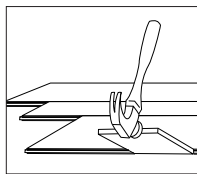

Figure 11
- Il peut être nécessaire d'aligner les planches à l'aide d'un morceau de bois de rebut (Figure 11 – en le gardant vers le bas pour éviter d'endommager le bord de la planche.)